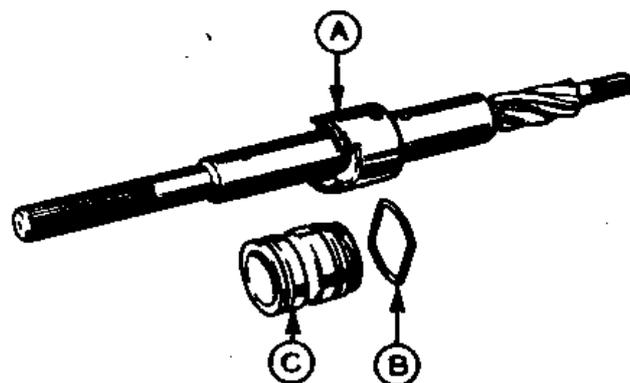

Рис.11.39. Снятие золотника клапана (Разд.35)
12. Удалите стопорное кольцо золотника и снимите золотник с шестерни (Рис.11.39).